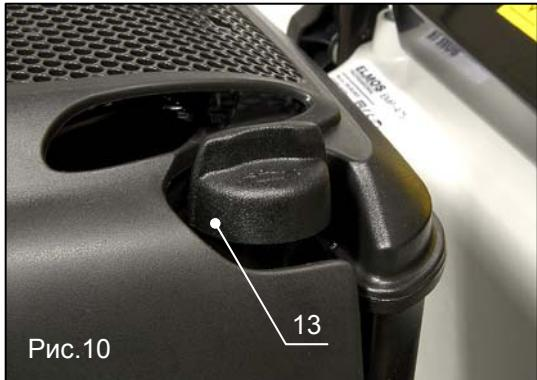

Рис.10
- Открутите масляную пробку (поз.13, рис.10).